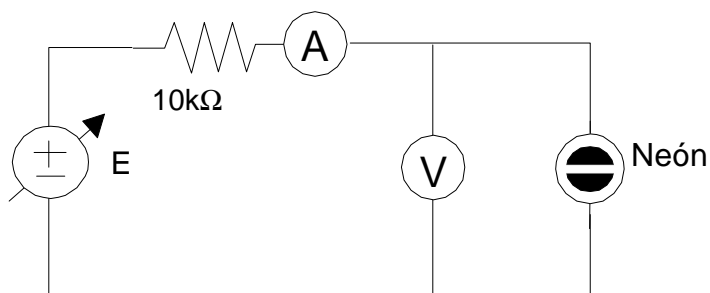

Figura 3.4-a
Armaz el circuito de la figura 3.4-a para determinar V_i y V_e que son las tensiones de ignición y extinción de la lámpara de neón. Sean V_c e I_c la tensión y corriente de conducción respectivamente; determinar el valor de la resistencia de la lámpara de neón durante la conducción.
Armaz el circuito de la figura 3.4-b; aumentar la tensión de la fuente hasta que exista una oscilación sostenida (la lámpara de neón se enciende y se apaga). Observe la forma de onda de la señal sobre el condensador con ayuda del osciloscopio (de ser necesario use una punta para osciloscopio atenuada), mida el período (T) de la señal. Desconecte el circuito y mida la tensión de la fuente (E). Compare el período medido de la señal con el teórico, el cual viene dado por la expresión :